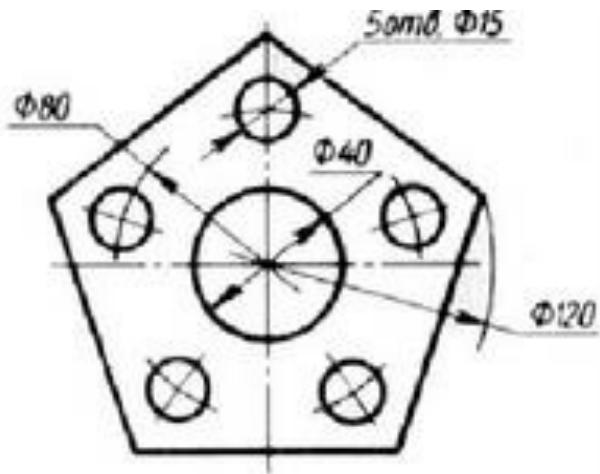

Рисунок 17
10. Если деталь имеет несколько одинаковых элементов - обозначают размер одного с указанием количества этих элементов (Рис. 17).